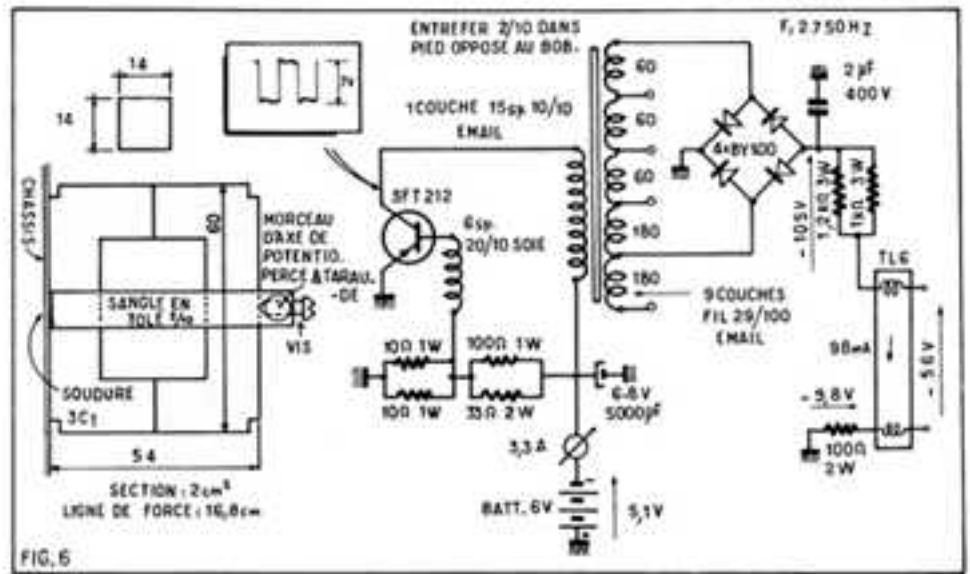

FIG. 6
Ce montage utilise un circuit EI provenant d'une ancienne self de filtrage. L'utilisation du convertisseur asymétrique permet de se contenter d'un nombre de spires assez réduit au secondaire : 9 couches de 30/100. Malgré les caractéristiques assez médiocres des tôles et la fréquence relativement élevée de travail, le rendement de la partie convertisseur reste comparable à celle utilisant un noyau ferrite : voir figure 6. L'utilisation de bonnes tôles au silicium (récupération de transfo déviation image) n'en est pas moins recommandée.
V. — Version avec noyau ferrite : figure 6